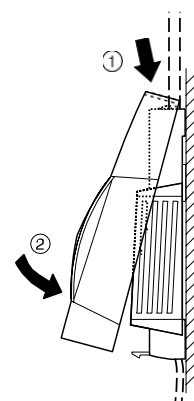

Figure 4:
- Remplacez le couvercle du boîtier par le haut puis verrouillez-le par le bas (voir Figure 4).
- Remplacez le couvercle du boîtier par le haut puis verrouillez le par le bas (voir Figure 4).